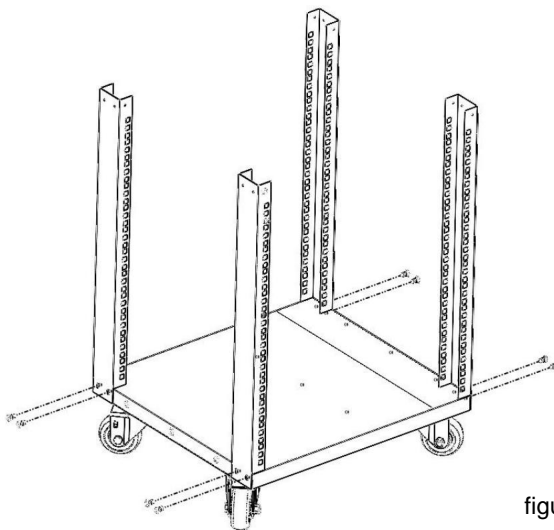

figura 2
2. Allineare il supporto angolare con il pannello inferiore, fissarlo con 2 viti a testa a croce M5 mediante un cacciavite elettrico. Quindi adottare lo stesso passaggio per fissare il resto del supporto angolare 3 pezzi. Vedere Figura 2.